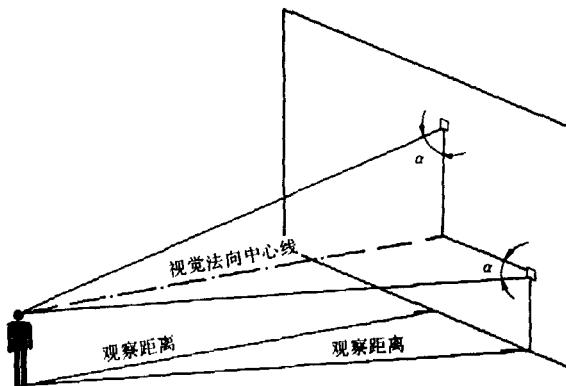

图 1 标志牌平面与视线夹角  $\alpha$  不低于  $75^\circ$
- 7.3 标志牌的平面与视线夹角应接近 90°角,观察者位于最大观察距离时,最小夹角不低于 75°。如图 1。